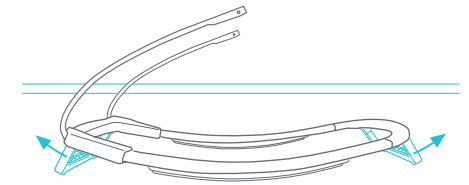

Fig. 5a
**REMARQUE :** utilisez les 2 pieds pour aider à l'assemblage des sections du cadre du transat (Fig. 5a).